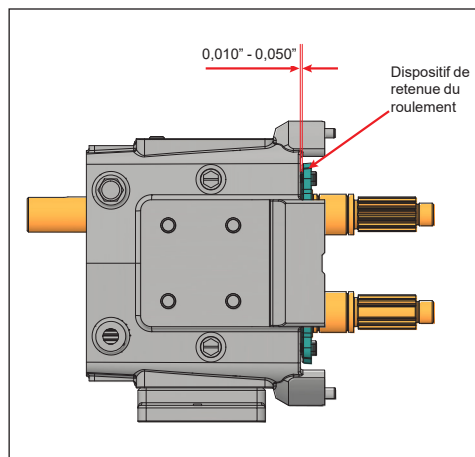

Figure 85 - Jeu du dispositif de retenue du roulement
5. Le dispositif de retenue du roulement doit reposer fermement sur le roulement. Laissez un jeu de 0,010 à 0,050 in (0,25 à 1,25 mm) entre l'arrière du dispositif de retenue du roulement et l'avant du carter d'engrenage (figure 85). Si ce jeu n'est pas respecté, placez des cales entre le roulement et le dispositif de retenue.